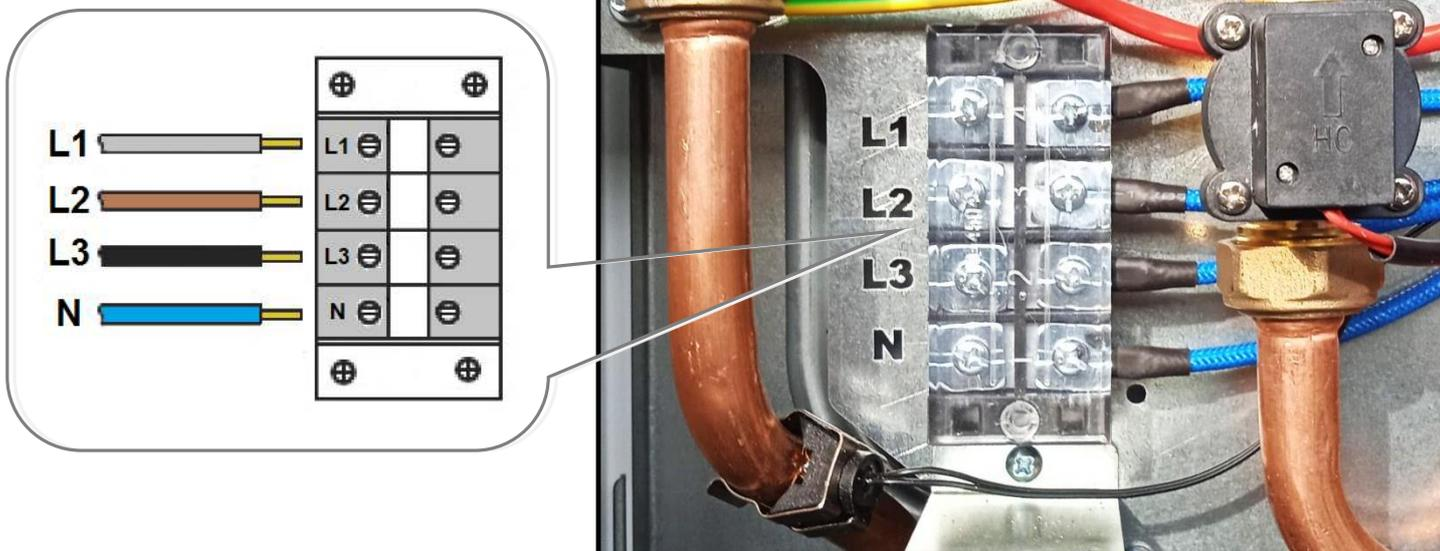
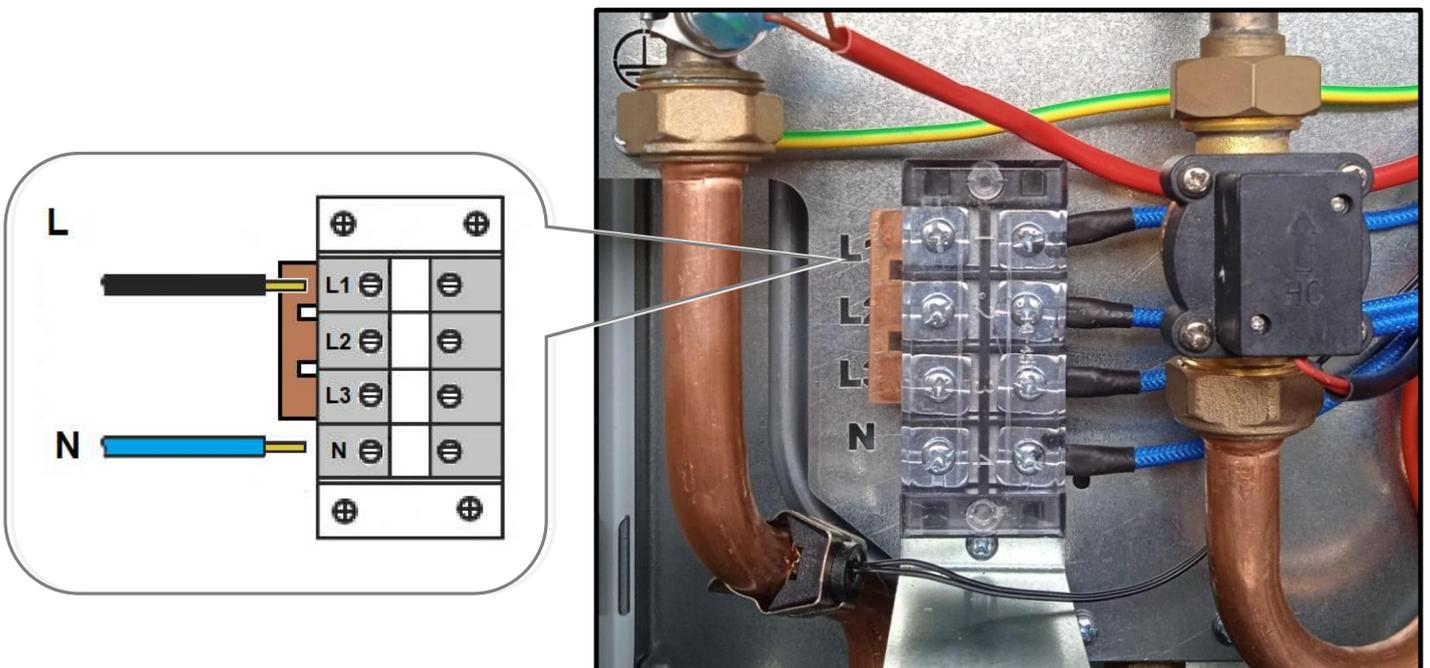

Рис. 14 Трёхфазное подключение
Рис. 15 Однофазное подключение
- Подключите все жилы кабеля к контактным выводам (клеммной колодке) электродкотла (См. Рис. 14 и Рис. 15)